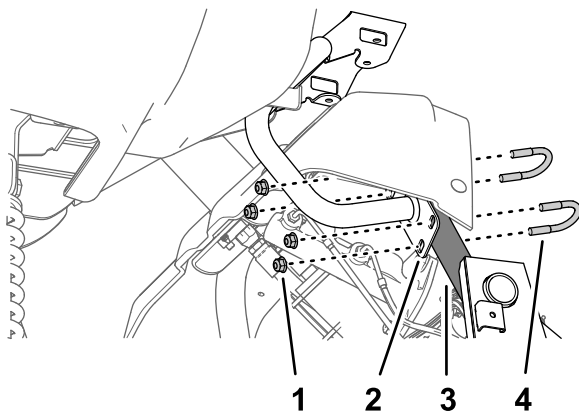

図 161
3. モニタマウントのプレートを車両のシャーシのサポートチューブに取り付ける 図 161 Uボルト 2本とフランジロックナット 5/16" 4 個を使用する。